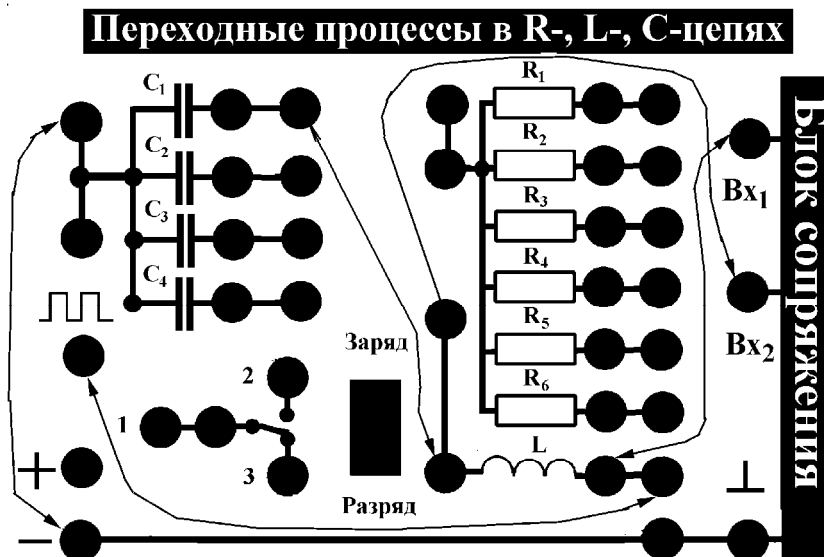

Рис. 6. Соединение элементов учебной платы для выполнения упражнения 5.
1. Для изучения затухающих колебаний в RLC-цепи соберите электрическую схему, состоящую из катушки индуктивности L и конденсатора C_1 (рис. 6). На вход Vx_1 подается сигнал с генератора прямоугольных импульсов, а на вход Vx_2 — с конденсатора C_1 .
9. Включите в схеме (рис. 6) между конденсатором C_1 и катушкой L сопротивление R_1 . Проведите измерения (п. 2) и обработку (п.п. 3—5), найдите значения T , θ и Q . Оцените погрешность определения. Повторите измерения и обработку, подключая последовательно сопротивления R_1 , R_2 и R_3 и конденсаторы C_1 , C_2 , C_3 (всего 9 измерений).